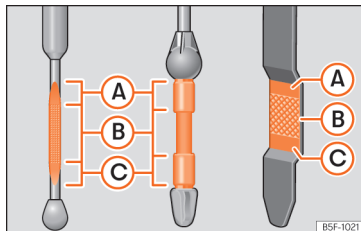

Рис. 233 Масляний щуп.
Пояснення ►► **рис. 233:**
- Вдруге витягніть щуп і перевірте рівень моторної оливи ►► **рис. 233**. За необхідності долійте моторну оливу.
- Коли рівень моторної оливи досягне зони нижче зони ►► **рис. 233** Ⓑ, старанно закрийте кришку горловини ►► ①.